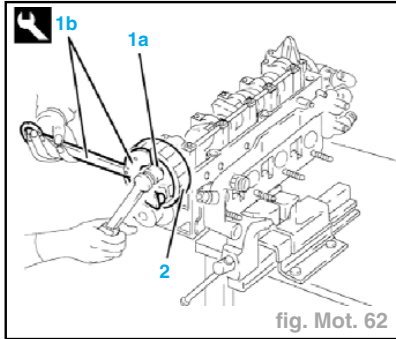

fig. Mot. 62
- Dévisser la vis (1a) de la poulie crantée entraînée à l'aide de l'outil (1b) 1.860.831.000 (fig. Mot. 62).
- Déposer la poulie crantée entraînée (2).